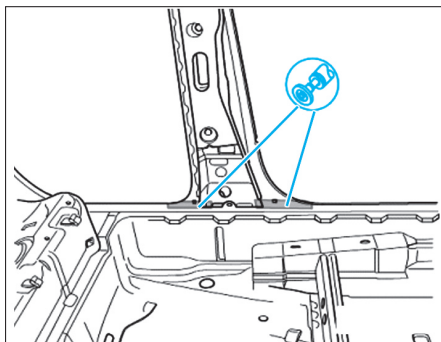

FIG. 55
- Découper le bas du renfort (Fig.55).